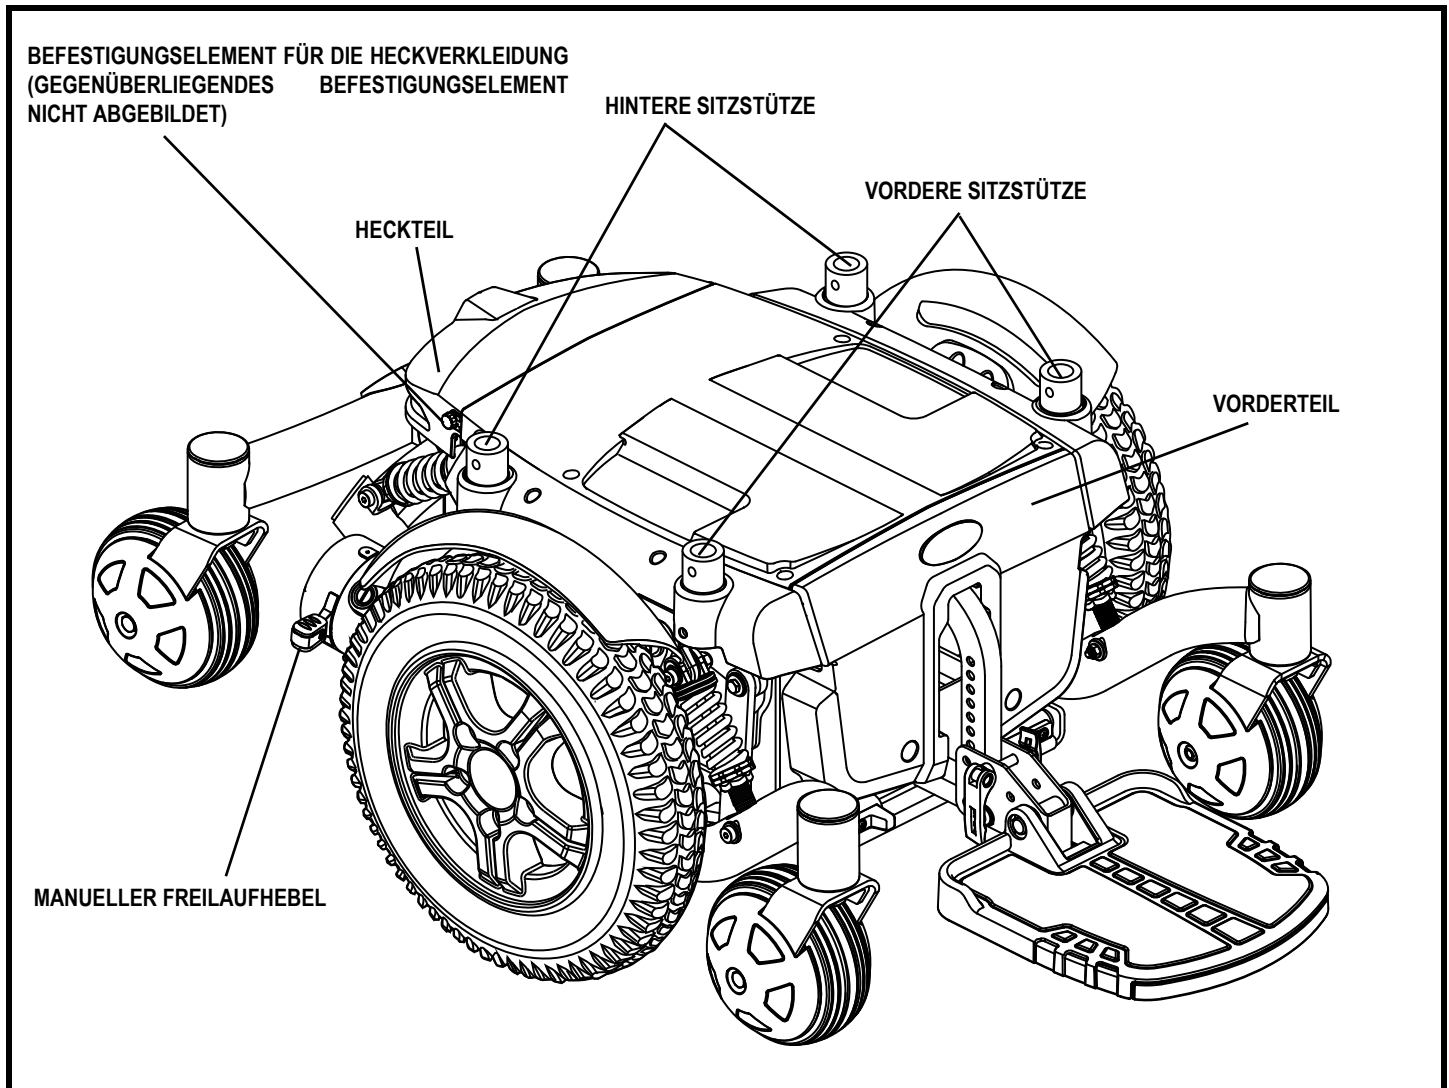

Abb. 6. The Quantum 6000Z Antriebseinheit
5. Die Befestigungselemente der Heckverkleidung lösen und die Heckverkleidung abnehmen. **Siehe Abbildung 6.**
7. Die Heckverkleidung wieder anbringen und die Befestigungselemente anziehen. **Siehe Abbildung 6.**
3. Die Befestigungselemente der Heckverkleidung lösen und die Heckverkleidung abnehmen. **Siehe Abbildung 6.**